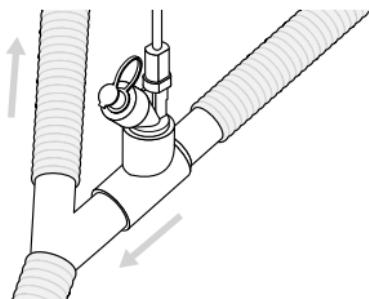

Figura 5. Collegamento dell'Aerogen Solo a un circuito di respirazione
1. Nei **circuiti di respirazione per adulti** da 22 mm collegare il nebulizzatore al ramo inspiratorio del circuito di respirazione inserendo l'elemento a T per adulti prima del raccordo a Y diretto al paziente (figura 5).
Nota: la figura 5 mostra solo la configurazione per adulti.